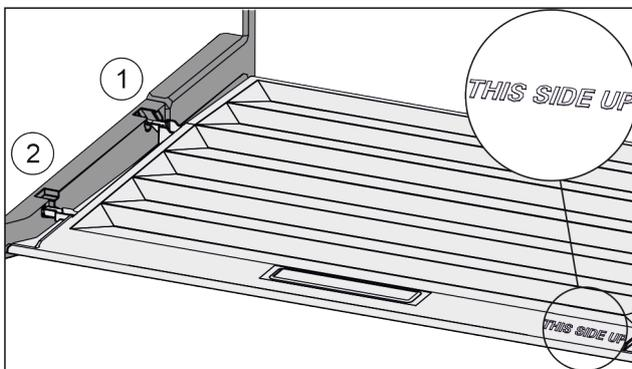

Fig. 121
- ▶ 从后部固定支架 Fig. 121 (1)开口导入桥形接片并卡入固定支架 Fig. 121 (2)的前端。